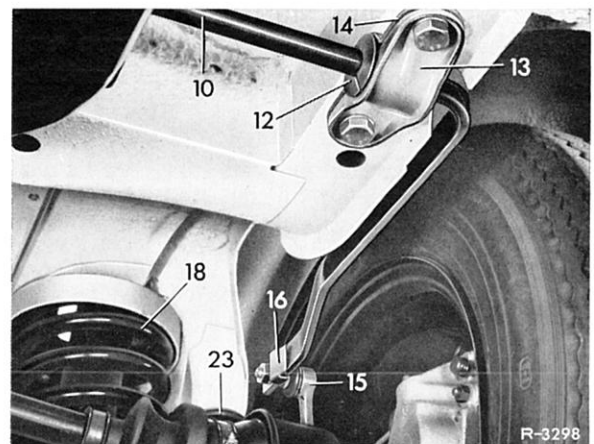

Bild 32-8/2
5 Be- und Entlüftungsleitungen (25) rechts am Kraftstoffbehälter lösen (Bild 32-8/3). Befestigungsschelle der Kraftstoff-Vor- und Rücklaufleitung am Rahmenboden vor dem Kraftstoffbehälter abschrauben.
Kraftstoffbehälter an der vorderen Befestigung lösen, etwas ablassen und durch eine geeignete Strebe (46) abstützen (Bild 32-8/3).